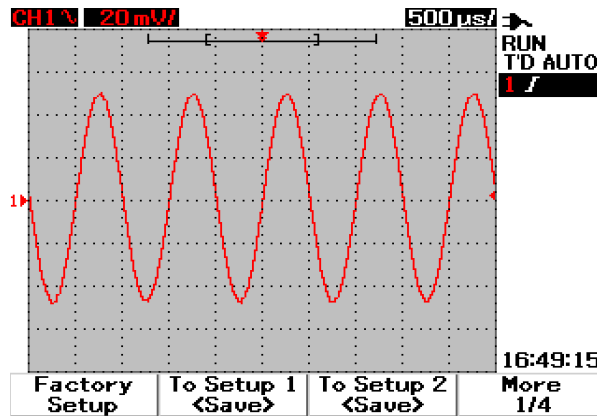

Figura 3-40 La pantalla <Save> indica que no se guarda ningún archivo de configuración. Puede presionar F1 para guardar la configuración en Setup 1.
- 4 En la Figura 3-40, presione F1 para guardar la configuración en Setup 1.